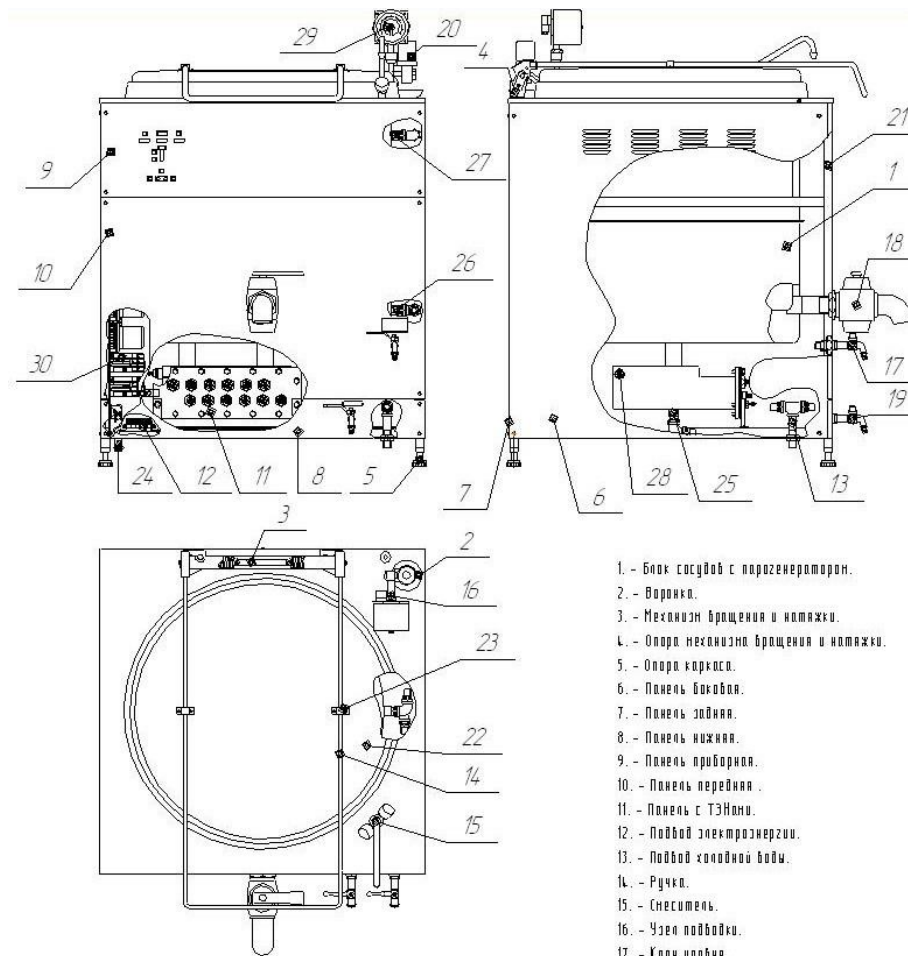

Рисунок 1.
3.1 Котел состоит (смотри рисунок 1) состоит из блока сосудов с парогенератором поз.1, механизма вращения и натяжки поз.3, панелей боковых поз.6, панели задней поз. 7, панели нижней поз. 8, панели приборной поз. 9, панели передней поз. 10, каркаса поз. 21, крышки поз. 22 и электрической панели поз. 30.
Заземление котла осуществляется от контура заземления у потребителя посредством его соединения со специальным узлом заземления. Узел заземления котла расположен на каркасе 21 (рисунок 1) в доступном месте.